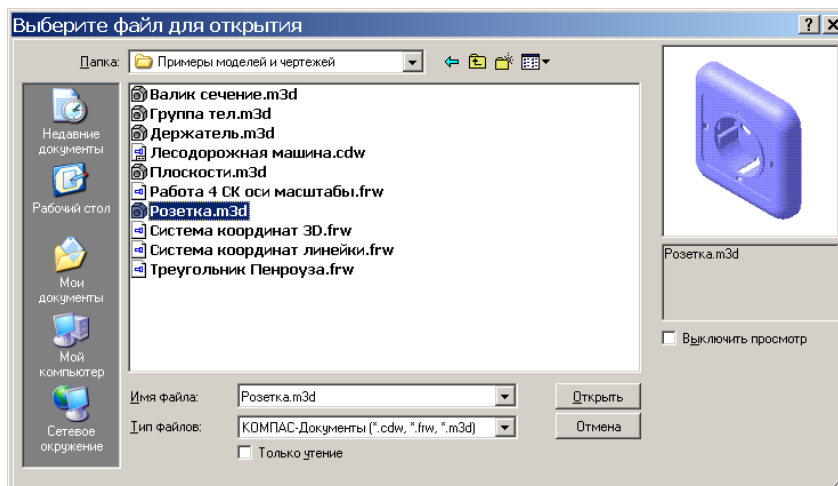

Рис. 1.12. Открытие файла модели.
- установите в поле **Тип файлов** маску - ***.m3d**, а затем в списке файлов найдите и откройте (кнопка **Открыть** или двойной щелчок мыши) файл с деталью *Крышка розетки.m3d* (рис. 1.12).